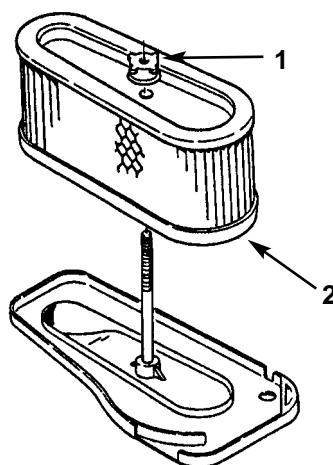

Fig. 30
5. Svitate il dado di gomma e togliete il filtro di carta (Fig. 30).
2. Inserite il filtro dell'aria al completo sull'asta lunga. Ora avvitate con le dita il dado di gomma contro il filtro dell'aria (Fig. 30).